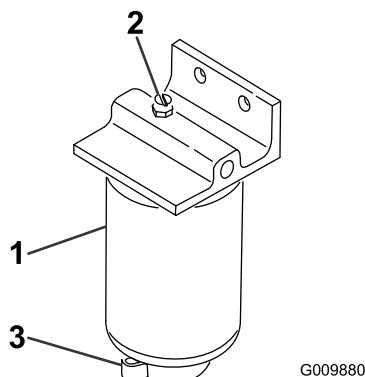

図 58
3. フィルタ容器 図 58 下部のドレンプラグをゆるめて水や異物を流し出す。
2. フィルタ容器 (図 58) の周辺をウェスできれいにぬぐう。